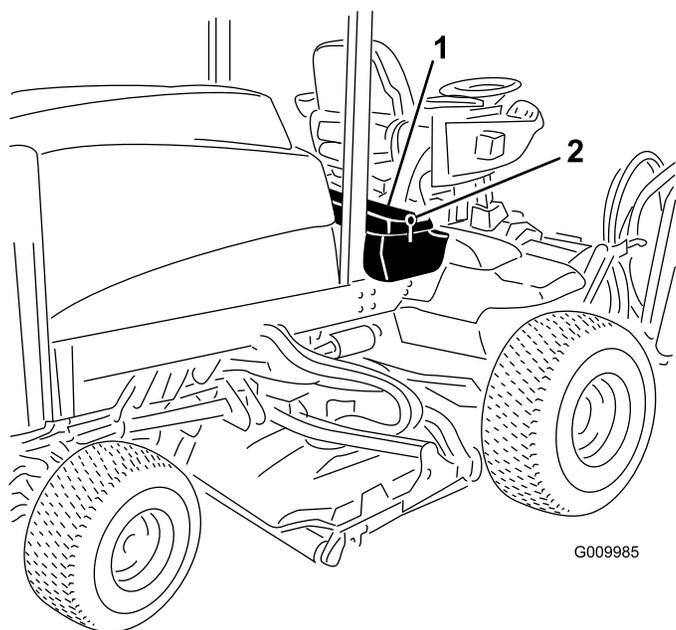
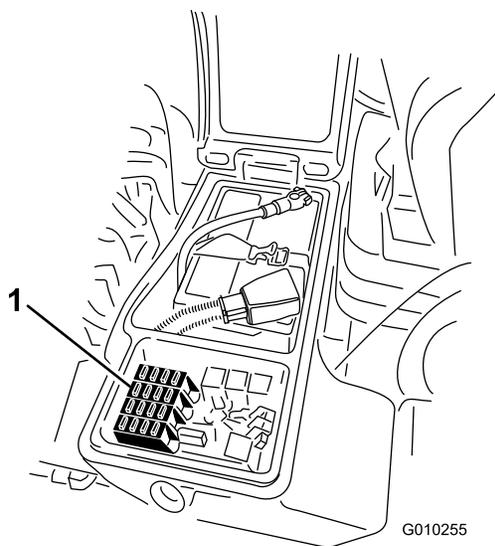

図 95
図 96
1. 右側の物入れのカバーのラッチを外してベルトカバーを外し 図 95、ヒューズブロックを露出させる 図 96。
2. 必要に応じてヒューズを交換する図 96。
3. 右側の物入れのカバーを閉じてラッチで固定する図 95。